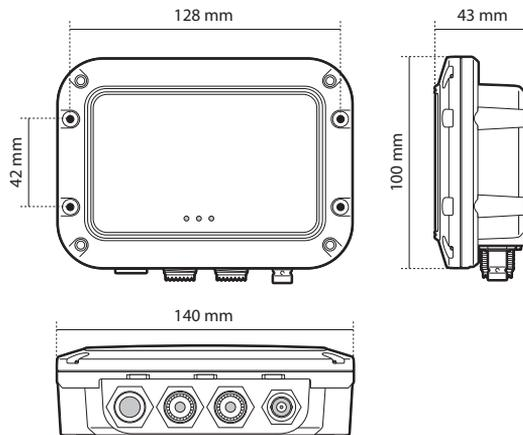

Figure 4 Diviseur d'antenne AIS dimensions
- Il doit y avoir un espace suffisant autour de la boîte de connexion du Diviseur d'antenne AIS pour acheminer les câbles. Veuillez consulter Figure 4 pour plus de détails sur les dimensions du Diviseur d'antenne AIS.